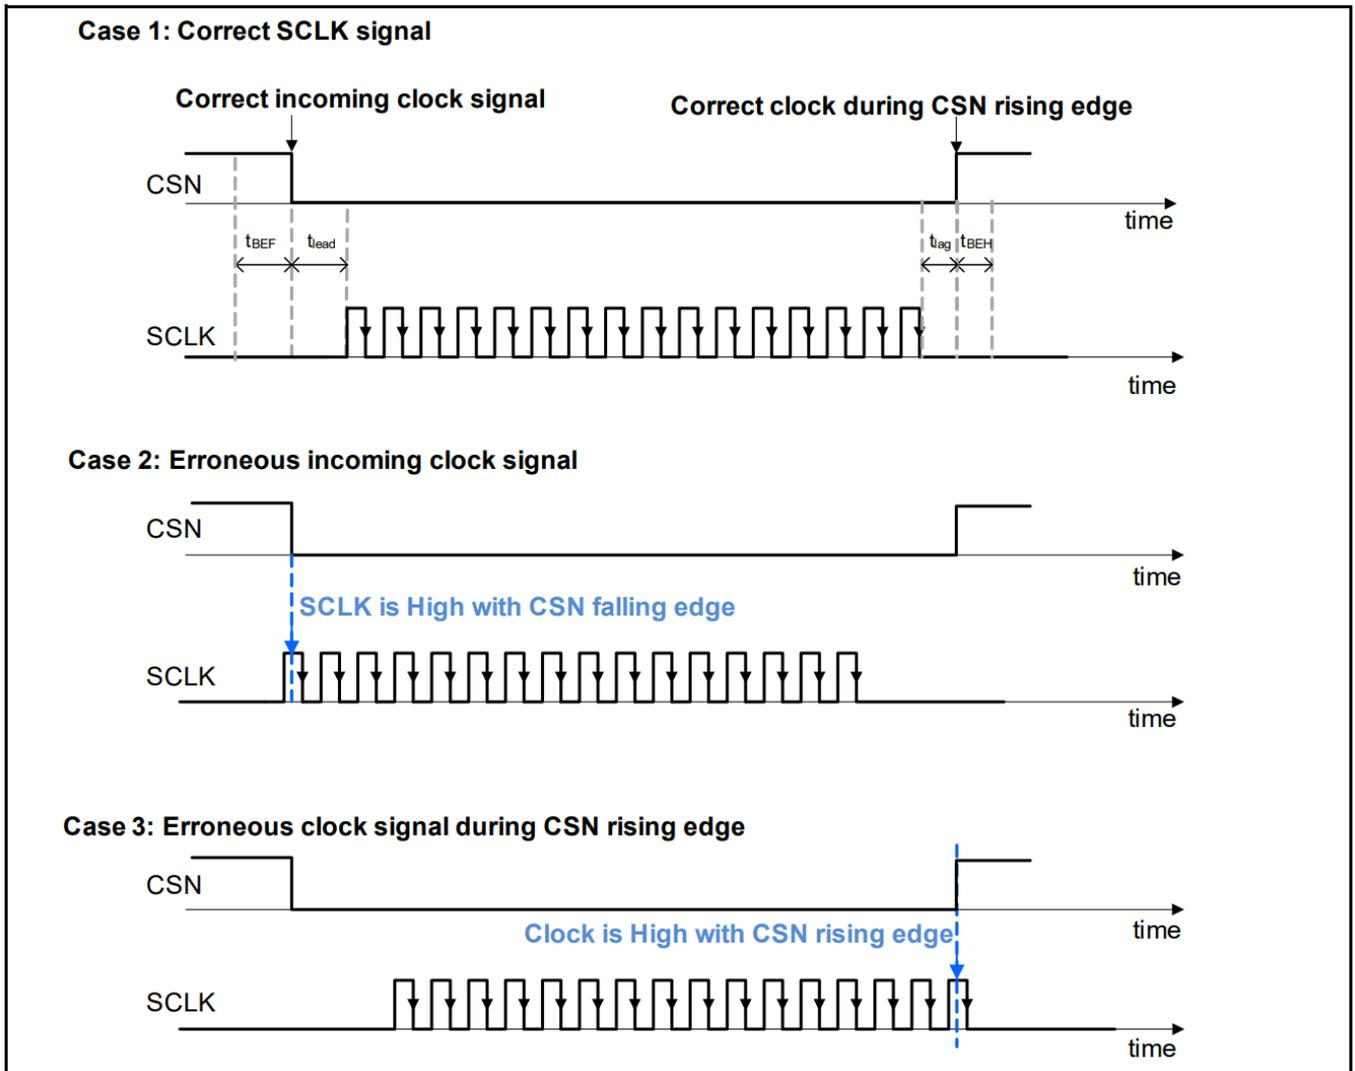

图 17 时钟极性错误
- 检测到时钟极性错误（见图17情况2和情况3）：在CSN上升沿或下降沿期间，输入时钟信号为高。